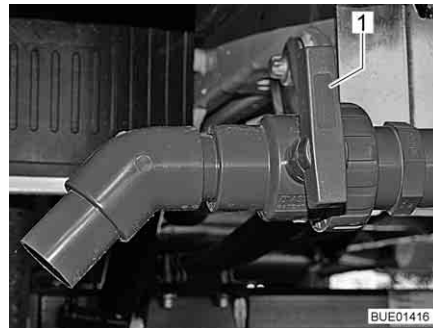

Bild 228 Ablasshahn
- Griff (Bild 228,1) des Ablasshahns in Fließrichtung drehen.